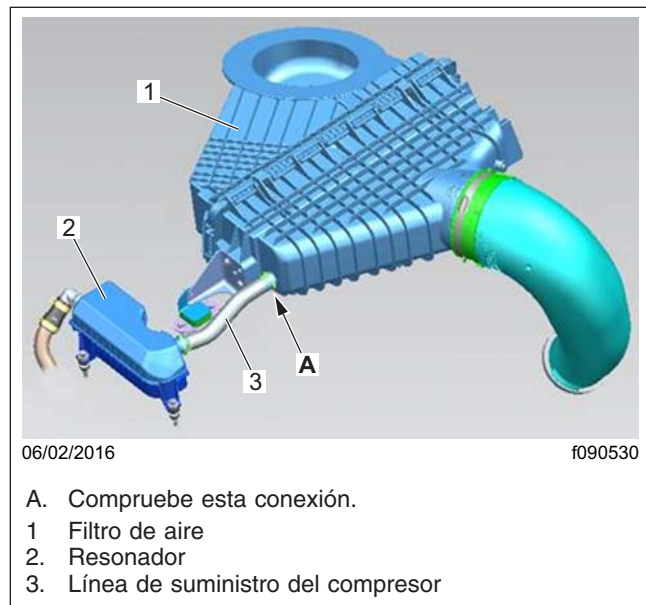

Figura 5, Conexión rápida de la línea de suministro del compresor
5. Compruebe que el acoplamiento de conexión rápida de la línea de suministro del compresor de aire está completamente acoplado con el filtro de aire. Vea la **Figura 5**.